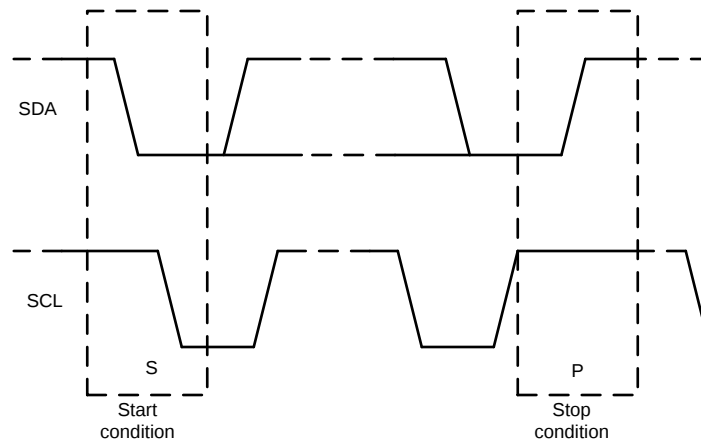

图 57. 启动和停止条件
1. 主器件通过产生启动条件来启动数据传输。启动条件是当 SCL 为高电平时在 SDA 线上发生从高到低的转换，如图 57 所示。所有与 I^2C^{TM} 兼容的器件都会识别启动条件。
4. 为了用信号指示数据传输结束，主器件通过在 SCL 线处于高电平期间将 SDA 线从高电平拉低来产生停止条件（请参阅图 57）。此操作将释放总线并停止与寻址的从器件之间的通信链路。所有与 I²C™ 兼容的器件都会识别停止条件。在收到停止条件后，将释放总线，然后所有从器件等待启动条件，接着是匹配的地址。